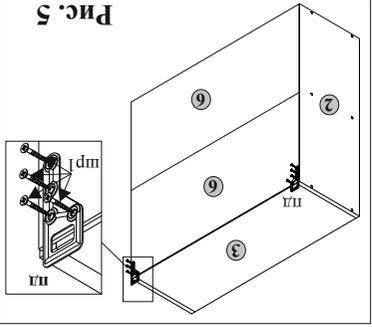

Рис. 5
5.7. Установить на корпусе шкафа петли для навешивания пд (рис. 5) шурупами шр1.